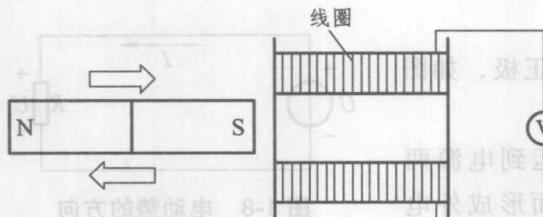

图 1-4 通过电磁感应产生电压
(1) 图 1-4 所示是通过电磁感应来产生电压。若将条形磁铁插入线圈, 再从线圈中拔出, 电压表的指针将摆动, 表明有电压产生。这是利用磁来产生电压, 称为电磁感应。